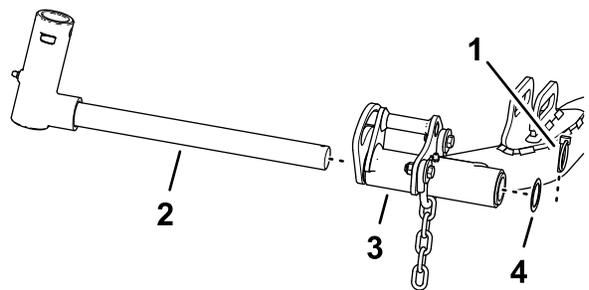

Figura 25
- Retire el pasador de seguridad y la arandela que fijan el brazo giratorio al brazo de elevación, y retire el brazo giratorio del brazo de elevación (Figura 25).